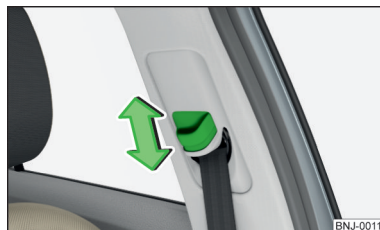

Abb. 6 Vordersitz: Gurthöheneinstellung
- Den Umlenkbeschlag drücken und in die gewünschte Richtung schieben » Abb. 6.